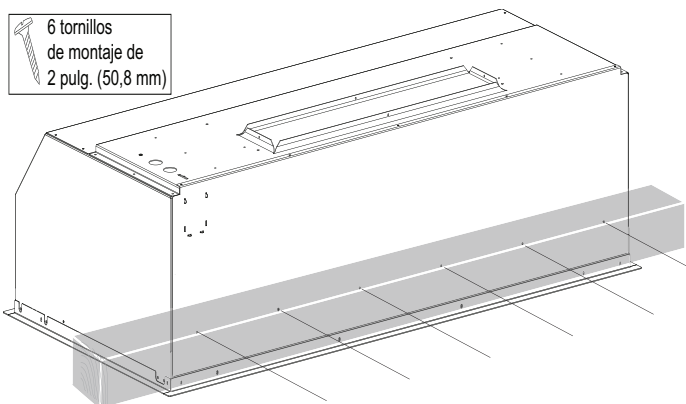

Figura 26: Tornillos traseros de los modelos VCIN
- Sujete la parte trasera del marco del armazón con seis (6) tornillos de montaje de 2 pulg. (50,8 mm) como se muestra en la Figura 26.